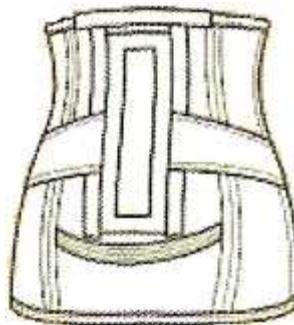

Figure 33 : CMLR montante au dos avec emboîtement et patte hypogastrique (MN ou GM)⁽⁵⁶⁾
- CMLR montante au dos avec emboîtement et patte hypogastrique (MN ou GM) ou tirant hypogastrique. Prévue pour les femmes avec proéminence abdominale afin de maintenir le tablier antérieur et augmenter le verrouillage rachidien (Figure 33).